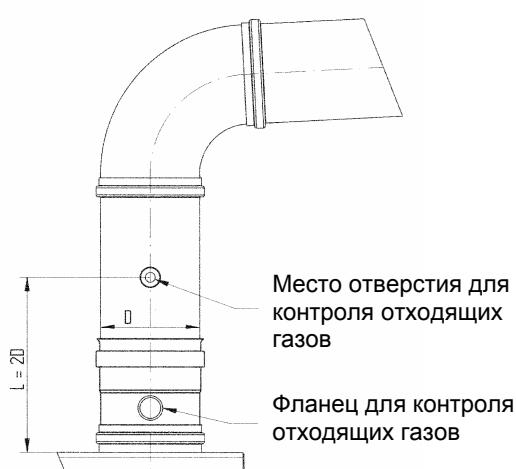

Рис.15
- Проверить, чтобы значения CO₂ при работе котла на максимальной и минимальной мощностях соответствовали приведенному в Таб.2 и при необходимости регулируя винты **V2** и **K2** (Рис.12б) оптимизировать значения CO₂. Для измерения значения CO₂ вставить датчик – анализатор отходящих газов в специальное отверстие, как показано в параграфе 17 (Рис.15).